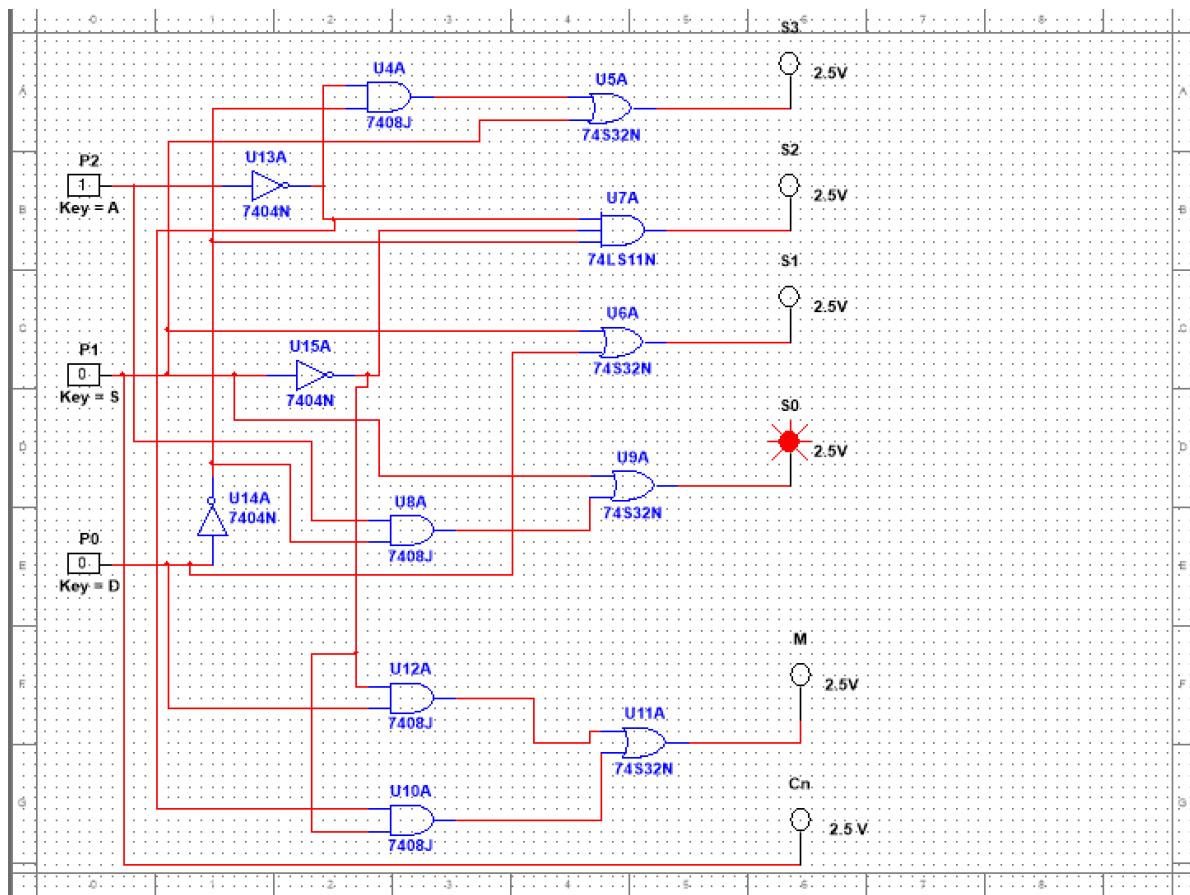
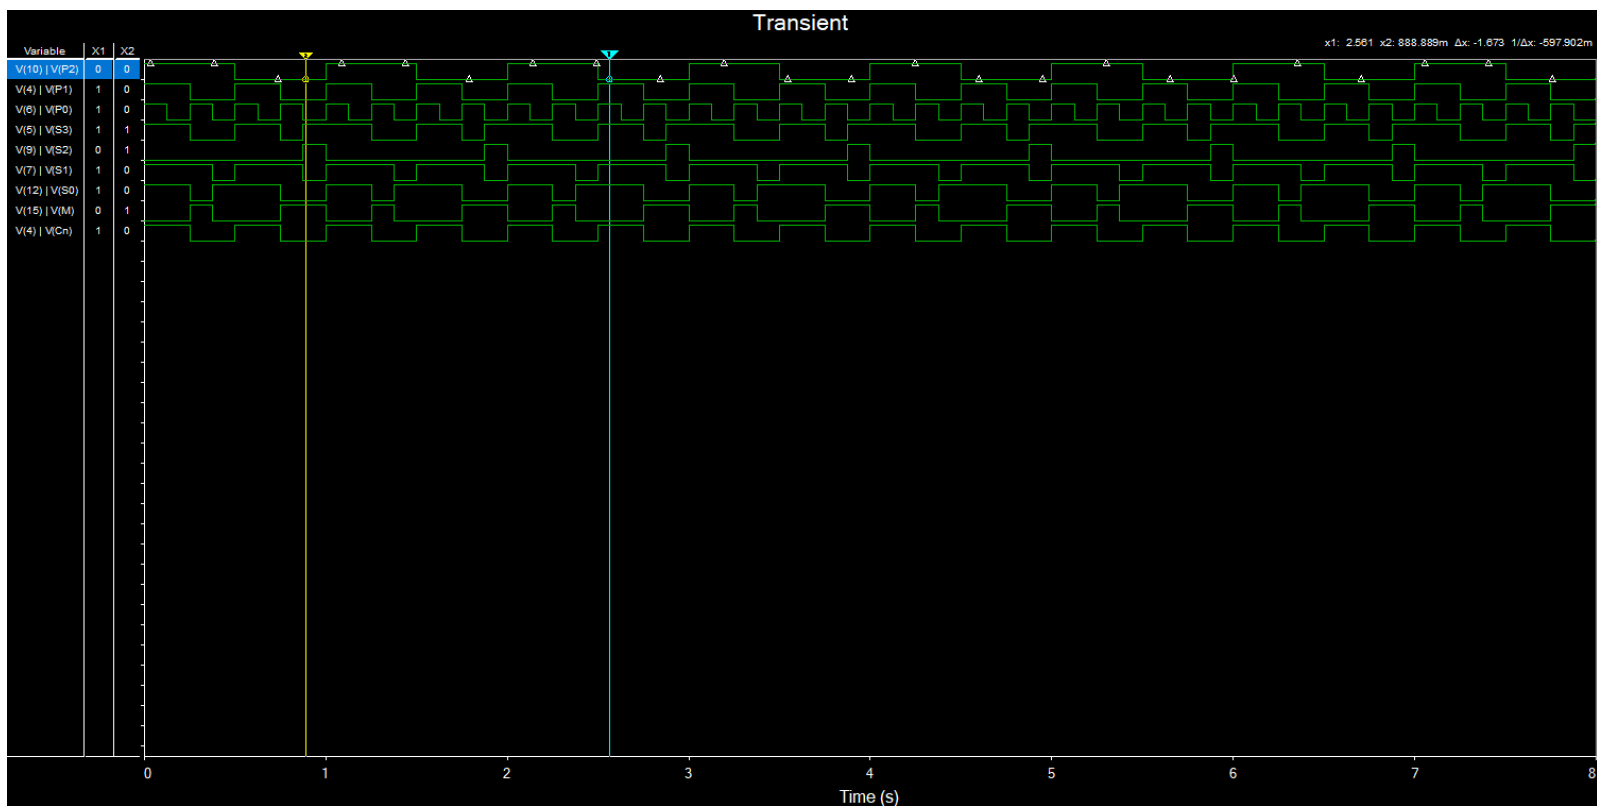

Figura 6. Prueba 4 del sistema de control
Figura 7. Cronograma del sistema de control
- **Prueba 4** (Figura 6): $(P2, P1, P0) = (1, 0, 0) \rightarrow (S3, S2, S1, S0, M, Cn) = (0, 0, 0, 1, 0, 0)$
A continuación, y para presentar el cronograma correspondiente (Figura 7), se han implementado una serie de relojes (Figura 6), cuya programación toma los siguientes valores:
En el cronograma (Figura 7), podemos observar dos ejemplos (X1, X2), además del evolutivo, que nos confirman que los resultados de la simulación coinciden con los expuestos en la tabla de la verdad teórica (Figura 1).